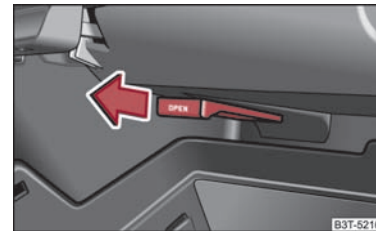

Abb. 106 Ablagefach: Bedienung der Kühlung
- Die Luftzufuhr wird geöffnet, indem Sie den Hebel in Pfeilrichtung ziehen ⇒ Abb. 106.